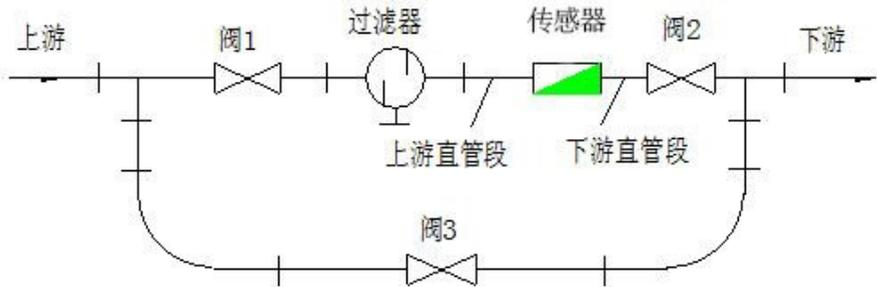

图 6 流量计安装示意图
(4)为了检修时不致影响液体的正常输送,应在传感器的安装处,安装旁通管道(如图6)。